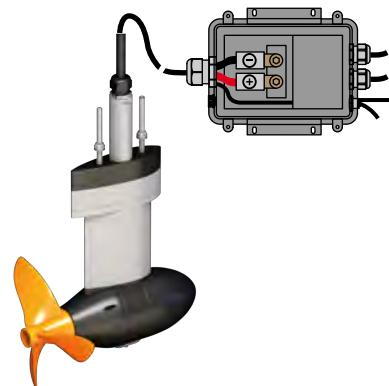

Fig. 11: Câblage
1. Desserrez les vis (1) du boîtier électronique pour pouvoir l'ouvrir.
3. Raccordez les deux câbles de puissance aux pôles repérés (rouge=+, noir=- ; 5 Nm), "Fig. 11: Câblage".